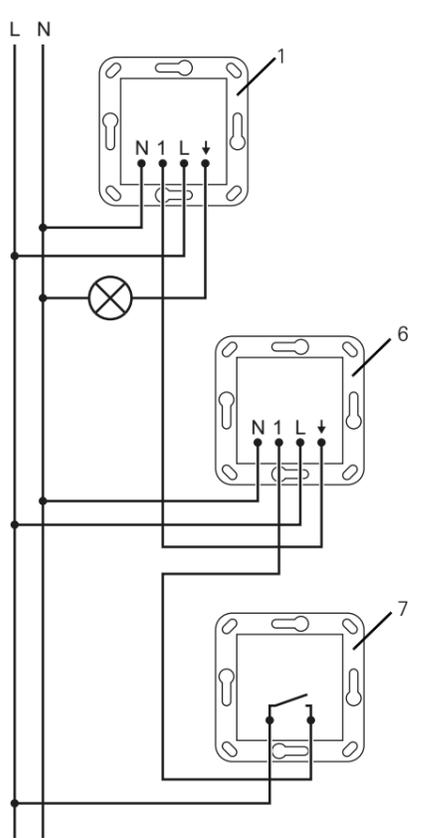

Figura 4: schema di collegamento con apparecchio derivato
Per aumentare l'area di rilevamento collegare ulteriori Sensotec (vedere lo schema di collegamento, figura 4). L'apparecchio principale analizza in questo caso i segnali di movimento dell'apparecchio derivato.
- Collegare il modulo da incasso come illustrato nello schema di collegamento (figura 4).